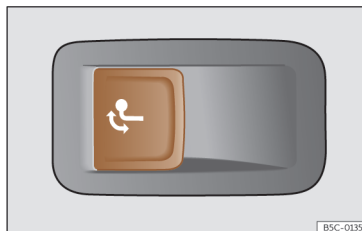

Fig. 205 No lado esquerdo da bagageira: botão para desbloquear o gancho de reboque.
• Puxe o botão >>> Fig. 205 de forma breve. O gancho de reboque desbloqueia-se eletricamente e roda-se automaticamente para fora. A luz de controlo do botão pisca.
• Puxe o botão >>> Fig. 205 de forma breve. O gancho de reboque desbloqueia-se eletricamente.
- Nunca pressione o botão >>> Fig. 205 quando tiver um reboque engatado ou estiver montado um porta-bagagens ou outros acessórios sobre o gancho de reboque.